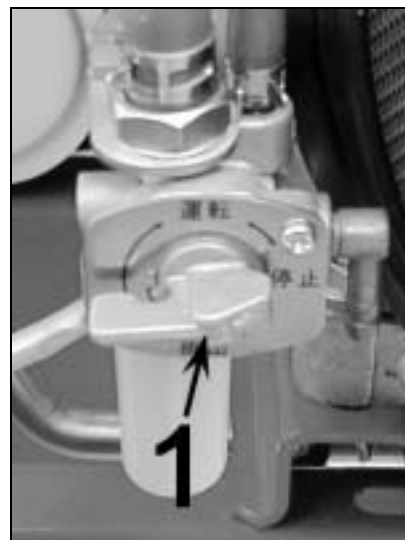

Figure 5
Le robinet d'essence (Figure 5, repère 1) permet de couper l'alimentation en carburant lorsqu'il est en position horizontale, flèche vers l'arrière (comme sur la figure 5). Il alimente le moteur lorsqu'il est position verticale. La rotation vers la gauche sert à la vidange du carburant.
- Tournez le levier d'alimentation d'essence sur la position vertical (Figure 5, repère 1).
- Fermez le robinet d'essence (Figure 5, repère 1).